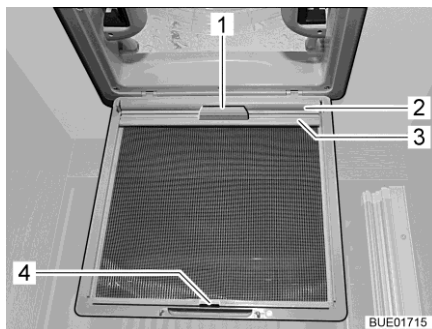

Bild 126 Mörkläggningsrullgardin
- Drag ut mörkläggningsrullgardinen (Bild 126,2) med handtaget (Bild 126,1) och haka i fästlisten (Bild 126,3) i kroken (Bild 126,4) på insektsskyddet.
- Lossa fästlisten (Bild 126,3) från kroken (Bild 126,4) och dra långsamt tillbaka mörkläggningsrullgardinen (Bild 126,2) med handtaget (Bild 126,1).